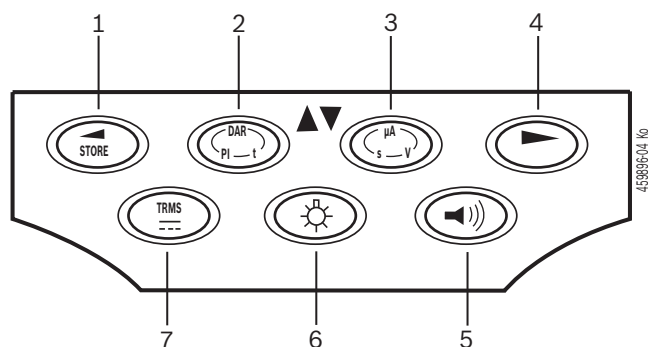

Fig. 3: Touches de fonction FSA 050
Le rétroéclairage de l'écran LCD peut être sélectionné lorsque le FSA 050 est activé (fig. 3, pos. 6). Le rétroéclairage est désactivé automatiquement après 20 secondes.
Le ronfleur (fig. 3, pos. 5) peut être activé pour mesurer la continuité. Le symbole apparaît sur l'écran LCD (fig. 5, pos. 4).
Lors d'une communication Bluetooth, après une pression sur la touche de sélection ► (fig. 3, pos. 4), l'afficheur LCD indique pendant env. une seconde  (fig. 5, pos. 2).